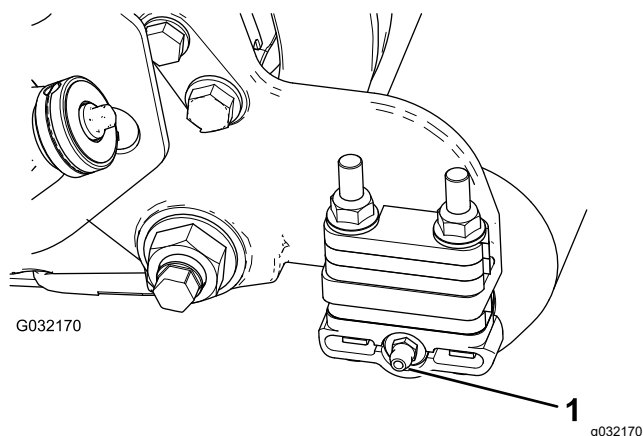

Figura 2
2. Installate il raccordo d'ingrassaggio a 90° in modo che sia rivolto all'indietro (Figura 2).